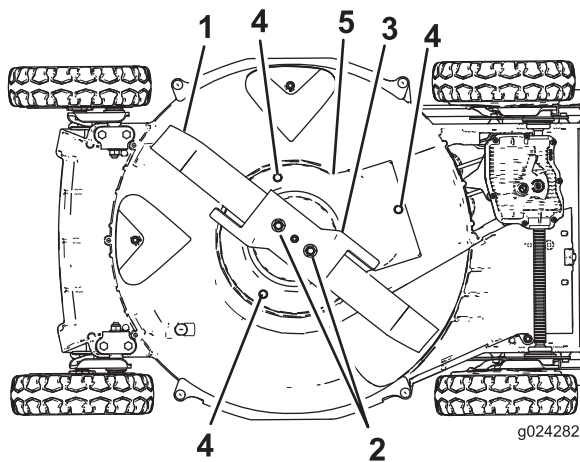

Bild 35
- Entfernen Sie die zwei Messermuttern, das Gaspedal und das Messer (Bild 35).
- Entfernen Sie die Schrauben, mit der das Schutzblech der Messerbremse am Mähergehäuse befestigt ist (Bild 35).